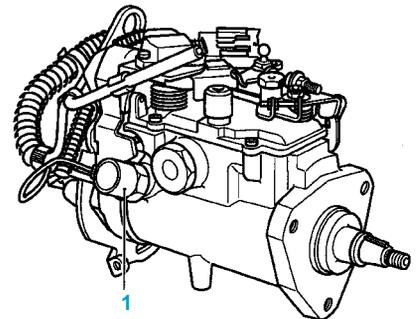

fig. Mot. 47
- Déposer le correcteur altimétrique (1) (fig. Mot. 47) en utilisant l'outil **Mot. 1440** (fig. Mot. 48).